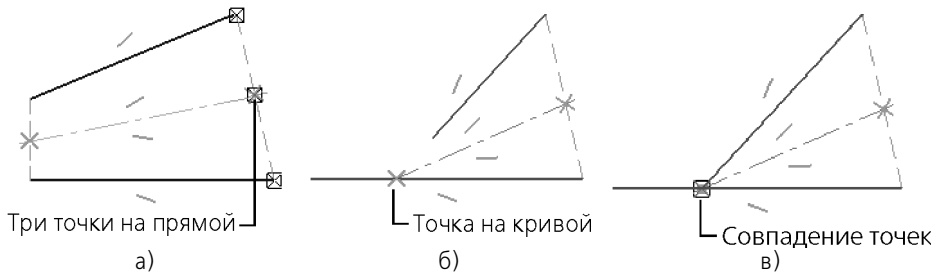

Рис. 94.1. Ограничения, наложенные на автоосевую при различном расположении отрезков
При построении автоосевой относительно двух отрезков способом **По объектам** (см. раздел 43.20 на с. 310) на осевую линию накладываются ограничения **Биссектриса** и другие ограничения. Их типы зависят от взаимного расположения объектов, к которым проставляется обозначение (рис. 94.1).
- Если отрезки параллельны или не пересекаются, а точка пересечения их продолжений не лежит на одном из отрезков, то на автоосевую в ее конечных точках накладываются ограничения **Три точки на прямой** (рис. 94.1, а).
- Если отрезок пересекается с продолжением другого отрезка, то на ось в точке пересечения накладывается ограничение **Точка на кривой**, а в противоположной точке — **Три точки на прямой** (рис. 94.1, б).
- Если отрезки пересекаются, то в точке пересечения на автоосевую накладываются ограничения **Совпадение точек**, а в противоположной точке — **Три точки на прямой** (рис. 94.1, в).